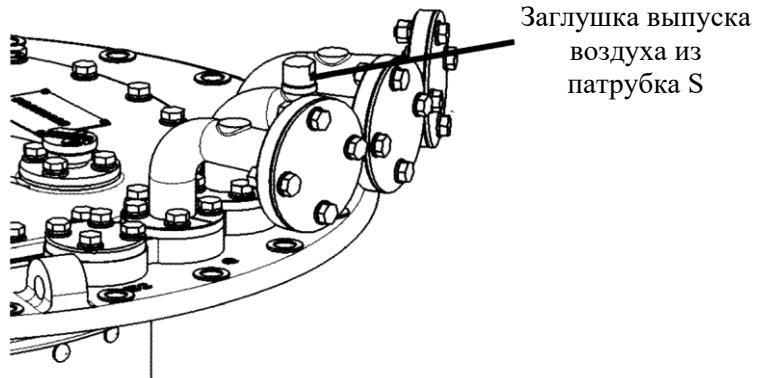

Рисунок 57 Резьбовая крышка на патрубке S
- 1) Снять резьбовую крышку M16 с патрубка сифонной трубы S (ключ 22 мм) (Рисунок 57).